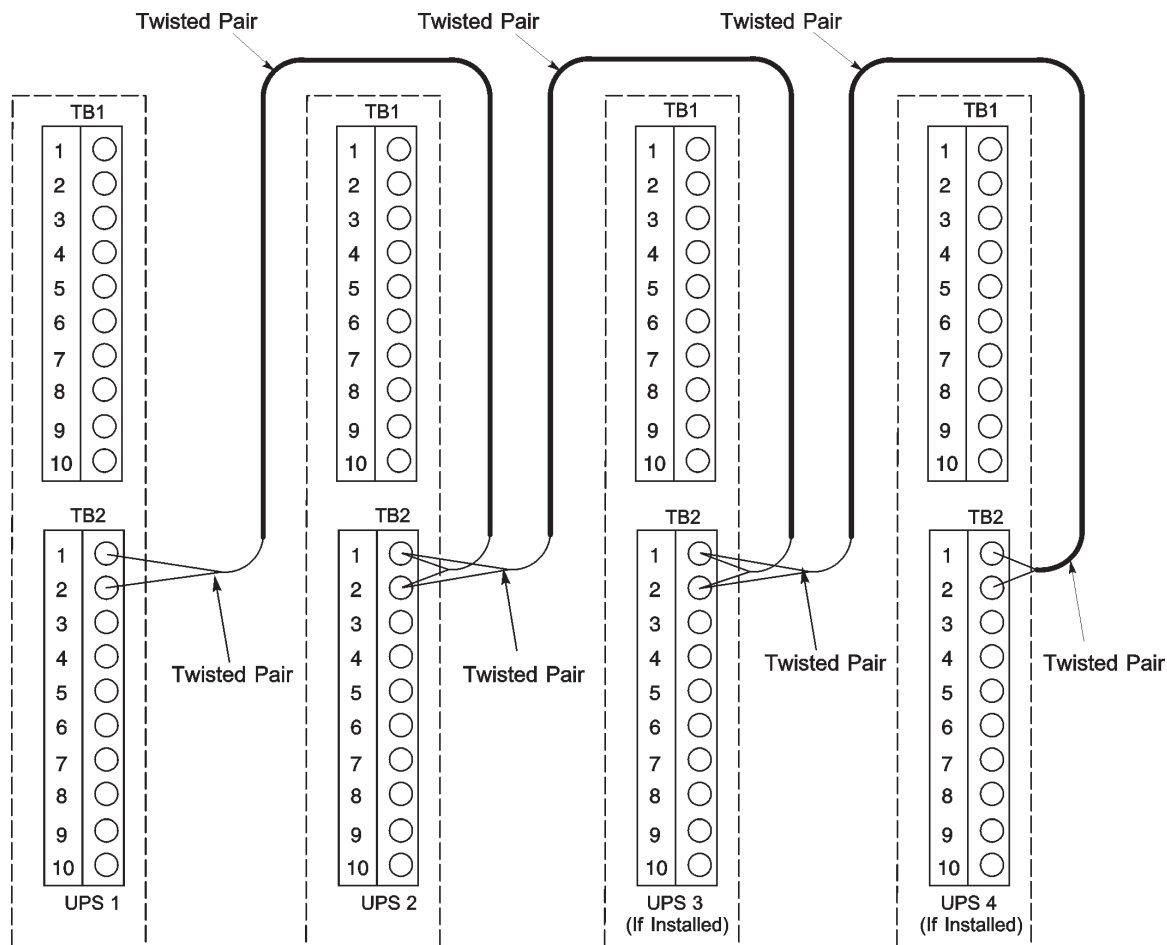

Рис. 5-5. Проводка Pull-Chain систем с распределенным байпасом без MOV
9. Проведите и установите проводку системы с распределенным байпасом между шкафами ИБП. Для получения информации о подключении проводки см. Рис. 5-5 и Табл. 5-3 на стр. 60.